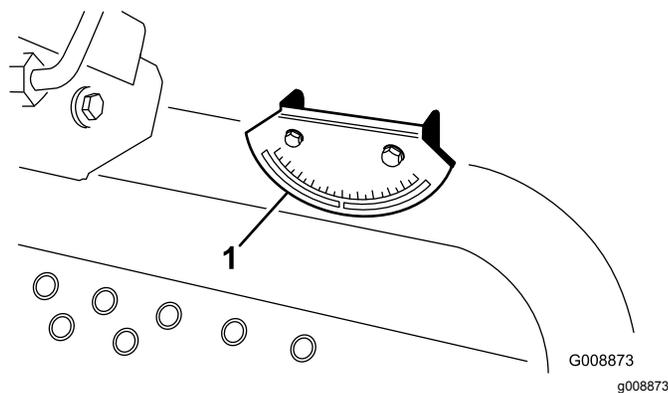

Рисунок 6
2. Убедитесь в том, что машина находится в горизонтальном положении, можно, установив ручной уклономер (поставляемый в комплекте с машиной) на поперечную балку рамы рядом с топливным баком (Рисунок 6). Уклономер должен показывать ноль градусов, если смотреть с рабочего места оператора.